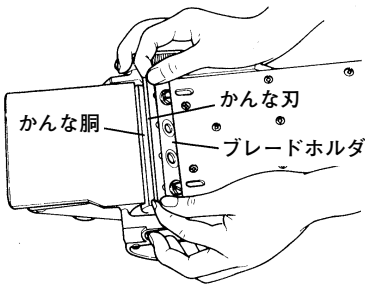

図 12
- (3) かなな刃の両端を持ってブレードホルダとかなな胴の間に入れます。(図12)